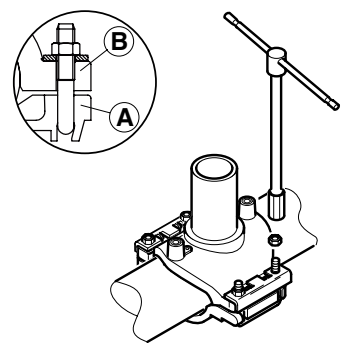

FIG.1
- Ziehen Sie so lange an, bis die Ober- und Unterseite der Schelle fest sitzen, dies gilt für Schellen mit einer Plastikunterschale. (siehe fig. 1)
GB Use a wrench to tighten the four screw nuts until top and bottom part of branch saddle come into tight contact, A and B, for branch saddle with plastic underclamp (see fig. 1).
NL Span de 4 bouten aan met de aangepaste sleutel, tot dat de twee halve schelpen A en B elkaar raken, ingeval van een aftakking met een harde schaal (zie fig.1).